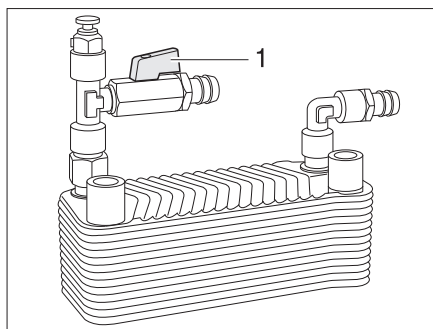

Fig. 171 Termocambiador Alde
- Poner en marcha:* ■ Colocar el tirador (Fig. 171,1) del grifo de cierre en paralelo a la tubería.
- Apagar:* ■ Colocar el tirador (Fig. 171,1) del grifo de cierre transversalmente a la tubería.